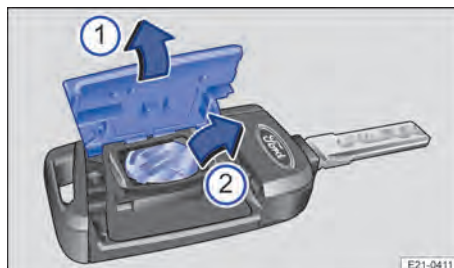
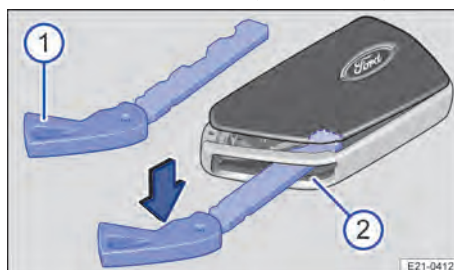

Abb. 53 Fahrzeugschlüssel: Knopfzelle wechseln.
Abb. 54 Fahrzeugschlüssel: Batteriefachabdeckung öffnen.
→ Abb. 53 ①.
3. Knopfzelle aus dem Batteriefach nehmen ②.
4. Neue Knopfzelle gleicher Spezifikation in das Batteriefach drücken → ①.
Der Knopfzellenwechsel im Fahrzeugschlüssel kann ausstattungsabhängig über zwei Varianten erfolgen → Abb. 53 und → Abb. 54.
2. Notschlüssel in den Schlitz stecken → Abb. 54 ②, in Pfeilrichtung drücken und die Abdeckung aushebeln.